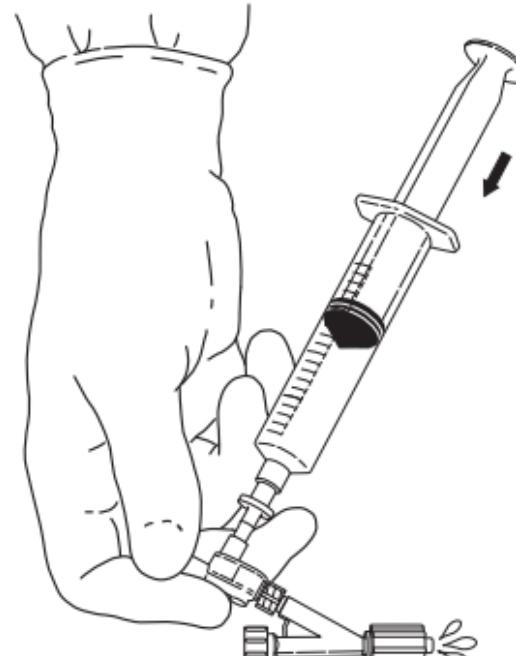

Fig. 3
5. Purgue el aire restante colocando el pulgar sobre el orificio de inyección. Con suavidad, purgue las burbujas de aire restantes hacia el exterior de la válvula de no retorno y del adaptador Tuohy-Borst. (**Fig. 3**)